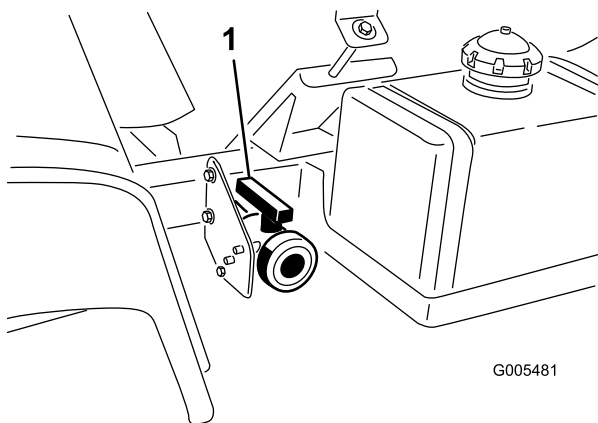

Bild 26
2. Ermitteln Sie das Ablassventil des Behälters an der linken Seite der Maschine (Bild 26). Das Ventil befindet sich am Rahmen vor dem Kraftstofftank.